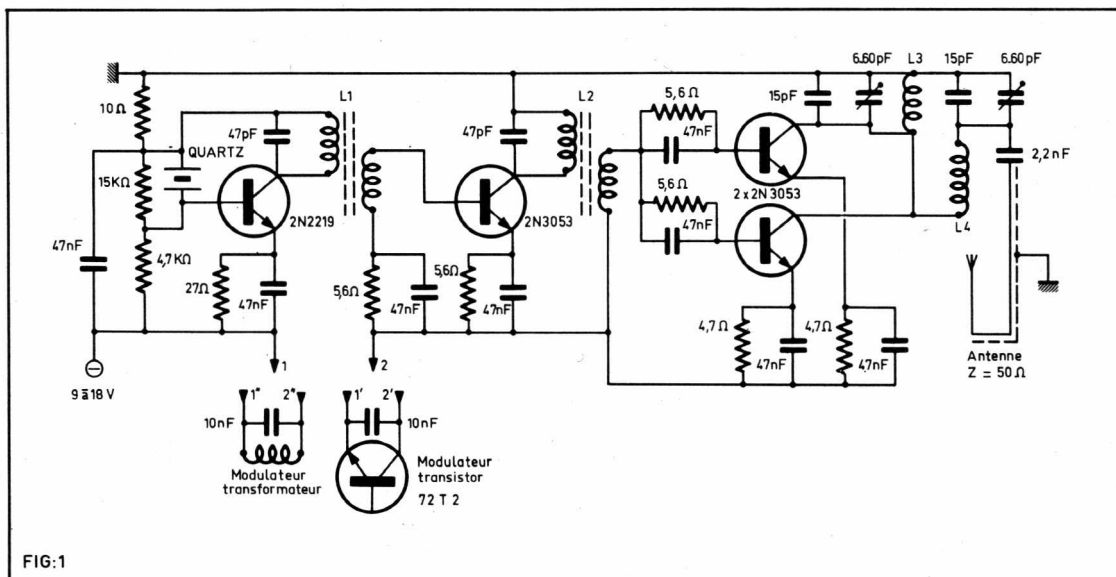

FIG:1
A l'aide des schémas théoriques des figures 1 et 2 nous allons étudier la constitution et le fonctionnement de cet émetteur. La figure 1 représente la partie HF, c'est-à-dire celle destinée à produire l'onde porteuse. Elle est équipée de 4 transistors : un pour l'étage pilote, un second pour l'étage driver et deux pour l'étage de puissance (PA).